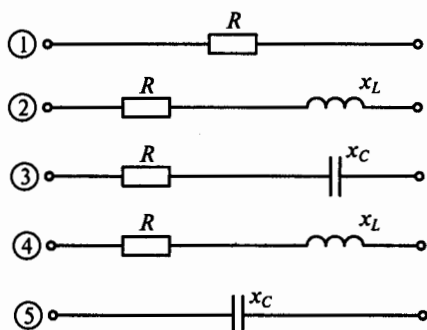

Рис. 102
**3.58.** В какой из пяти схем, представленных на рис. 102, напряжение и ток потребителя выражаются соответственно функциями  $u = 112 \sin(\omega t - 11^\circ 30')$ ,  $i = 2,8 \sin(\omega t - 48^\circ 20')$ , и каковы параметры этой схемы?